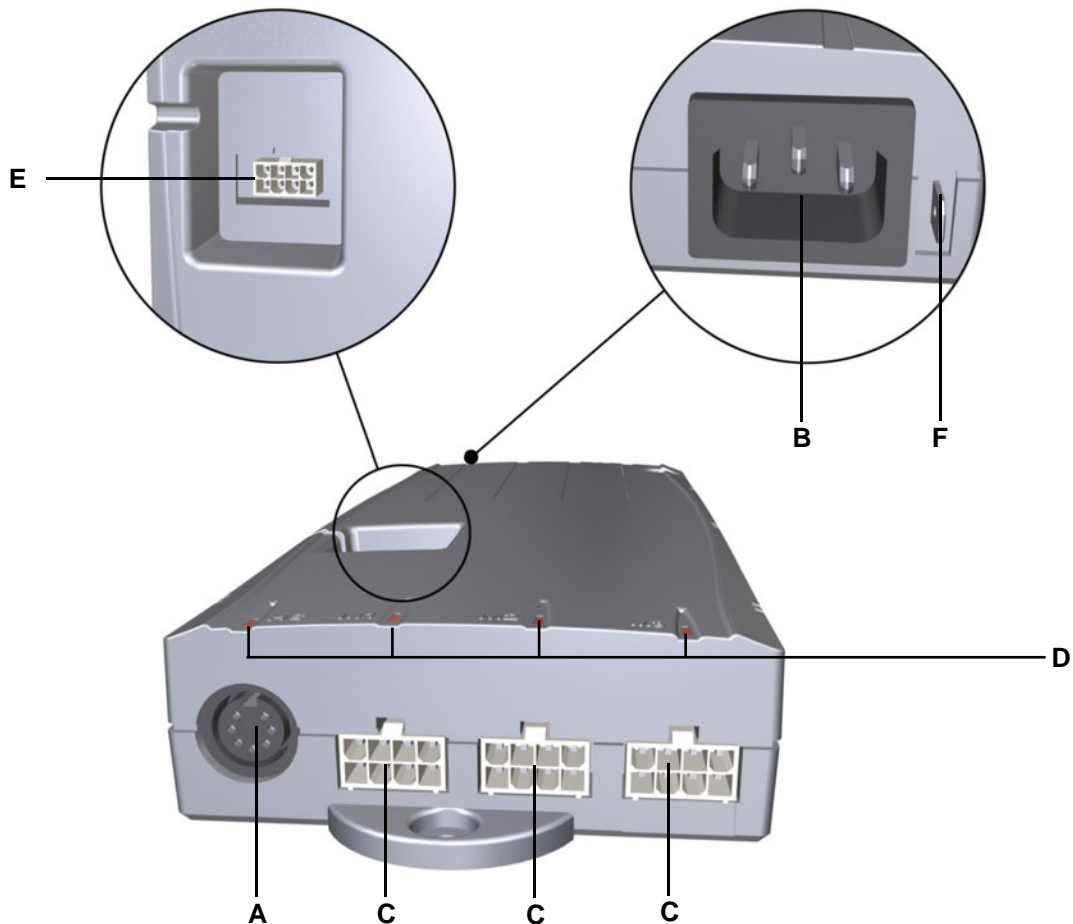

Abbildung 29 Anschlüsse an der Steuerung COMPACT
- 6 Verbinden Sie die Verbindungsleitung des Prozessors mit der Steuerung COMPACT (siehe Abbildung 29).